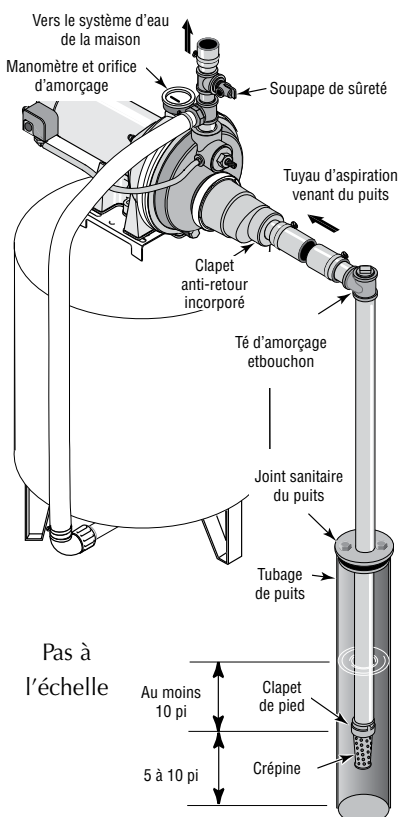

Figure 6 : Installation dans un puits à tubage
Installation sur un puits à tubage de 2 pouces de diamètre ou plus grand (Figure 6)
4. Brancher le clapet de pied, la crépine et le tuyau du puits (voir la Figure 6). S'assurer que le clapet de pied fonctionne librement.
6. Poser le té d'amorçage, le bouchon d'amorçage et le tuyau d'aspiration sur la pompe (voir la Figure 6). Brancher le tuyau provenant du puits sur l'orifice d'aspiration de la pompe en utilisant le moins possible de raccords - en particulier des coudes - étant donné que les raccords augmentent le frottement de l'eau dans les tuyaux. Le diamètre du tuyau d'aspiration doit être au moins aussi grand que